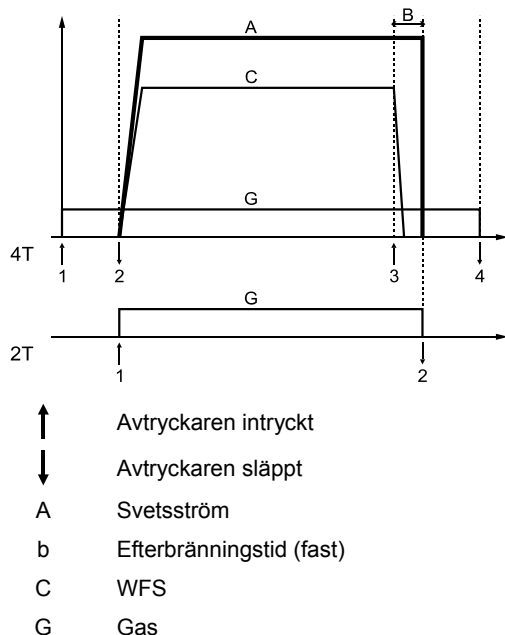

Bild 4.
14. Handtagsfunktionsväljare: Medger val av tvåstegs eller fyrstegs handtagsfunktion. Funktionen för 2T/4T visas i bild 4.